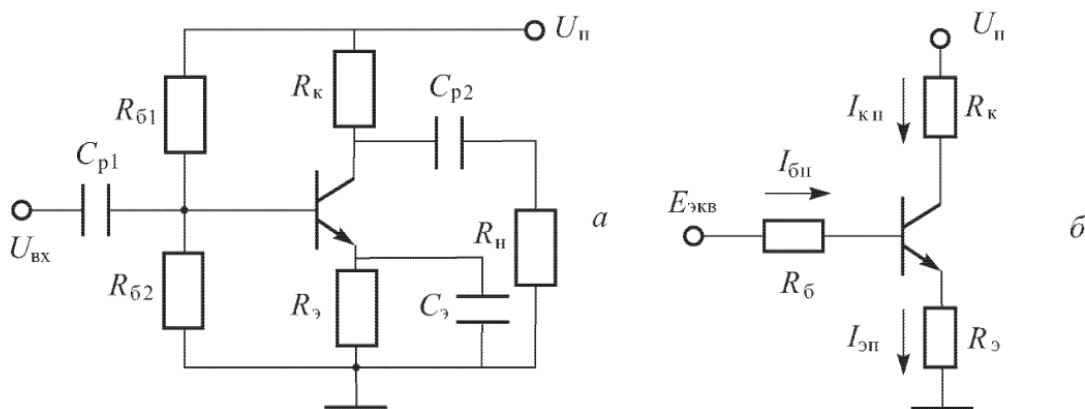

Рисунок 1 – Эквивалентная схема резисторного усилителя
1. Определить точку покоя резисторного усилителя (рисунок 1) на транзисторе КТ 3176 А9, если: $U_n = 10$ В, $R_k = 19,5$ Ом, $R_3 = 0,5$ Ом, $R_{61} = 385$ Ом, $R_{62} = 40$ Ом, $h_{21э} = 180$. Характеристики транзистора приведены на рис. П.3. Определить дифференциальный параметр $h_{11э}$ в точке покоя.
2. Определить точку покоя резисторного усилителя (рисунок 1) на транзисторе 2Т 860 А, если: $U_n = 16$ В, $R_k = 9$ Ом, $R_3 = 1$ Ом, $R_{61} = 650$ Ом, $R_{62} = 100$ Ом, $h_{21э} = 140$.
3. Определить точку покоя резисторного усилителя (рисунок 1) на транзисторе 2Т860 А, если: $U_n = 24$ В, $R_k = 19$ Ом, $R_3 = 1$ Ом, $R_{б1} = 900$ Ом, $R_{б2} = 100$ Ом, $h_{21э} = 130$. Характеристики транзистора приведены на рисунке 1. Определить дифференциальный параметр $h_{11э}$ в точке покоя.